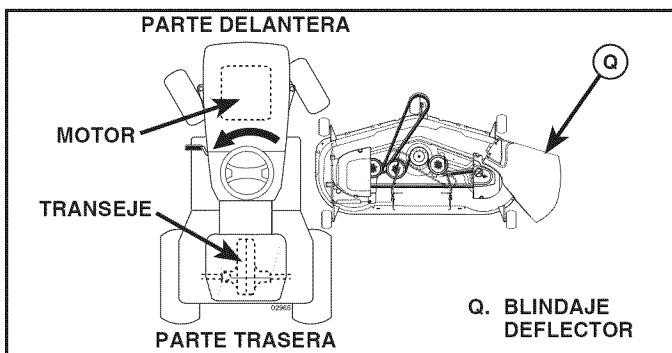

Fig. 6
- 3. GIRE EL VOLANTE HACIA LA IZQUIERDA Y UBIQUE LA CORTADORA DE CÉSPED EN SU LUGAR (Vea Fig. 6)**
- Gire el volante completamente hacia la izquierda y ubique la cortadora de césped en el lado derecho del tractor con el blindaje deflector (Q) a la derecha.